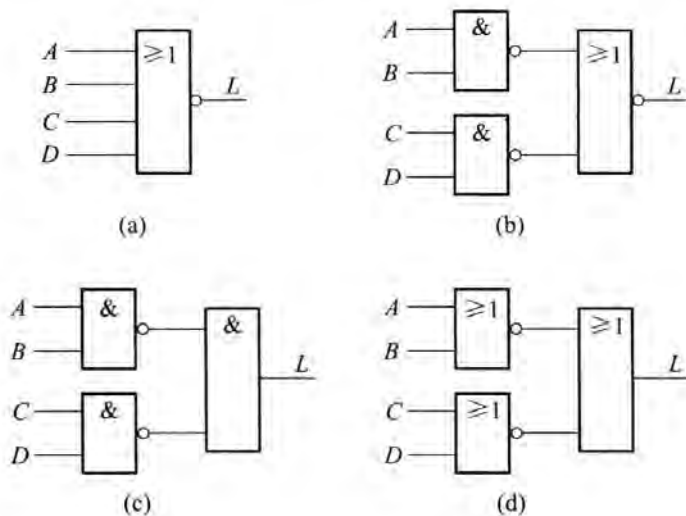

图 1.3.2
(11) 在图 1.3.2 所示逻辑电路图中, 能实现逻辑函数 $L = AB + CD$ 的是_____。